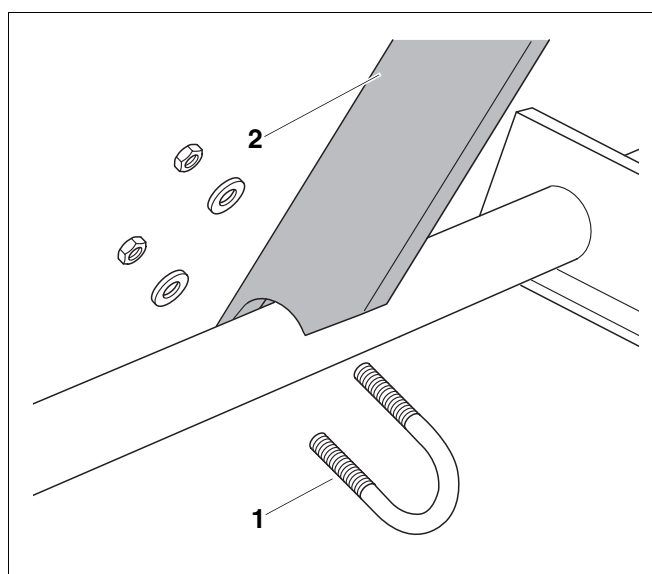

Fig. 7 Atornillar el apoyo del colector
- Fije el apoyo (fig. 7, **pos. 2**) por la parte delantera y trasera mediante las horquillas roscadas adjuntas (fig. 7, **pos. 1**).